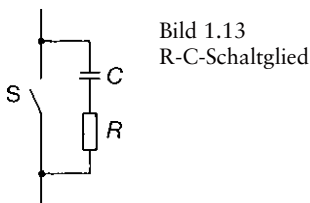

Bild 1.13
- Lichtbogenlöschung mit R-C-Schaltglied (Bild 1.13),
Das Schalten von Gleichstrom bewirkt im verstärkten Maße Abreißfunken und damit einen größeren Kontaktabbrand gegenüber Wechselstrom. Bei Schaltgeräten in Gleichstromkreisen mit kleiner Leistung lässt sich die Funkenbildung am Schaltkontakt und damit auch die Funkstörung dadurch vermindern, dass man eine Reihenschaltung aus einem Kondensator C und einem Widerstand R parallel zum Schaltkontakt legt (Bild 1.13). Im geschlossenen Zustand des Schaltkontaktes sind der Kondensator und der Widerstand kurzgeschlossen und entladen. Mit dem Öffnen der Kontaktstelle beginnt die Kondensatoraufladung. Der Ladestrom, der zum Kondensator fließt, klingt ab, und die Spannung am Kondensator und am Schaltkontakt nimmt zu. Bevor die Spannung den Überschlagsspannungswert überschreitet, ist der Schaltkontakt so weit geöffnet, dass ein Funke nicht mehr entstehen kann. Im geöffneten Zustand des Schaltkontaktes ist der Kondensator bis zum anstehenden Spannungswert aufgeladen. Beim Schließvorgang begrenzt der Widerstand R den Entladestrom und vermindert somit einen Schließfunken.